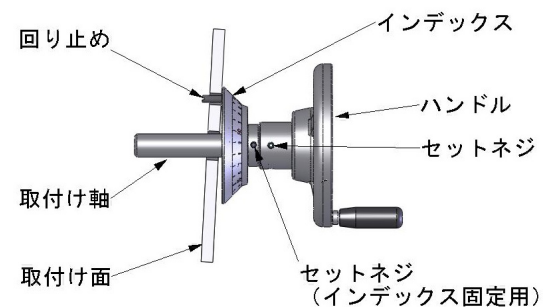

図2
- 1) インデックスを取付け面に軽く当ててみて、どこか一点でも当たるところがあれば、それ以上無理に押し付けずにセットネジで軸に固定してください。(図2参照)出来るだけこの状態でのご使用は避けるようにしてください。